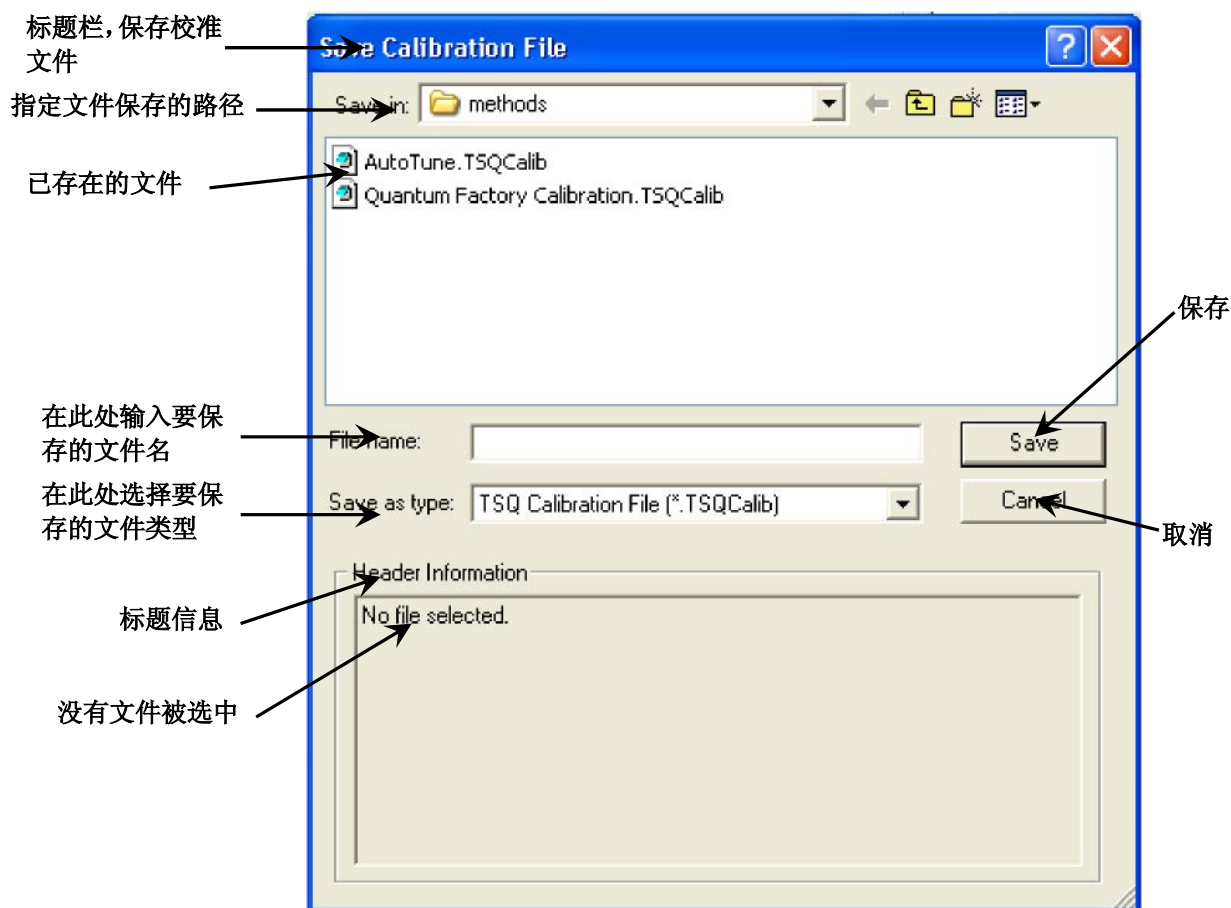

图3-15. 保存校准文件对话框
- a. 点击**Save Calib. As（另存校准文件为）**打开Save Calibration File（保存校准文件）对话框，见图3-15。